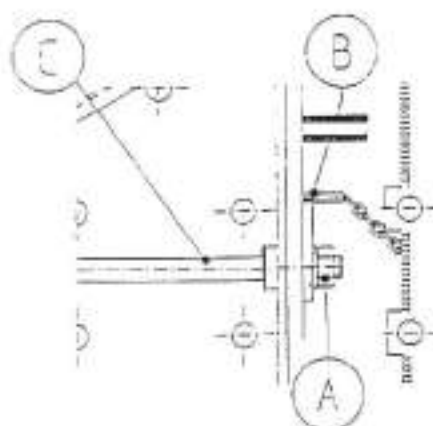

fig. 7
- allentare i dadi di fissaggio dei tiranti (fig. 7/A);
- sfilare le piastrine (fig. 7/B) e far indietreggiare i tiranti (fig. 7/C);